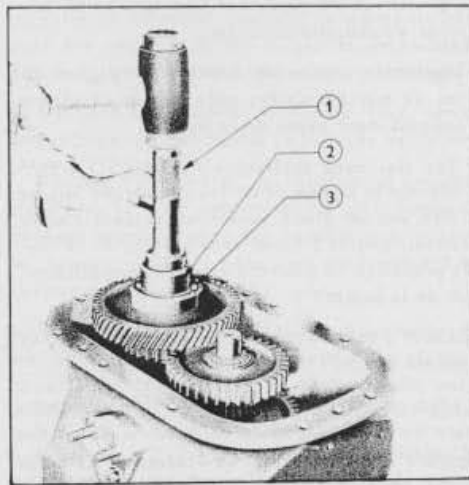

Fig. 25 = Pose du Roulement Avant d'Arbre de train inférieur
11. Positionner le pignon double d'arbre de train inferieur le pignon le plus petit étant tourné vers l'intérieur, puis monter le roulement avant à l'aide de l'Outil N° T.7069 et de la poignée 550 (voir Fig.25)